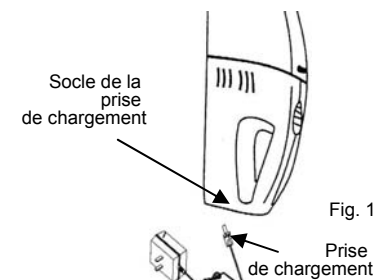

Fig. 1
2. Placez l'appareil sur sa base de chargement. Le témoin de chargement s'allume en rouge pour indiquer que l'aspirateur est bien placé dans la base de chargement et qu'il est en mode de chargement. (Fig. 1)